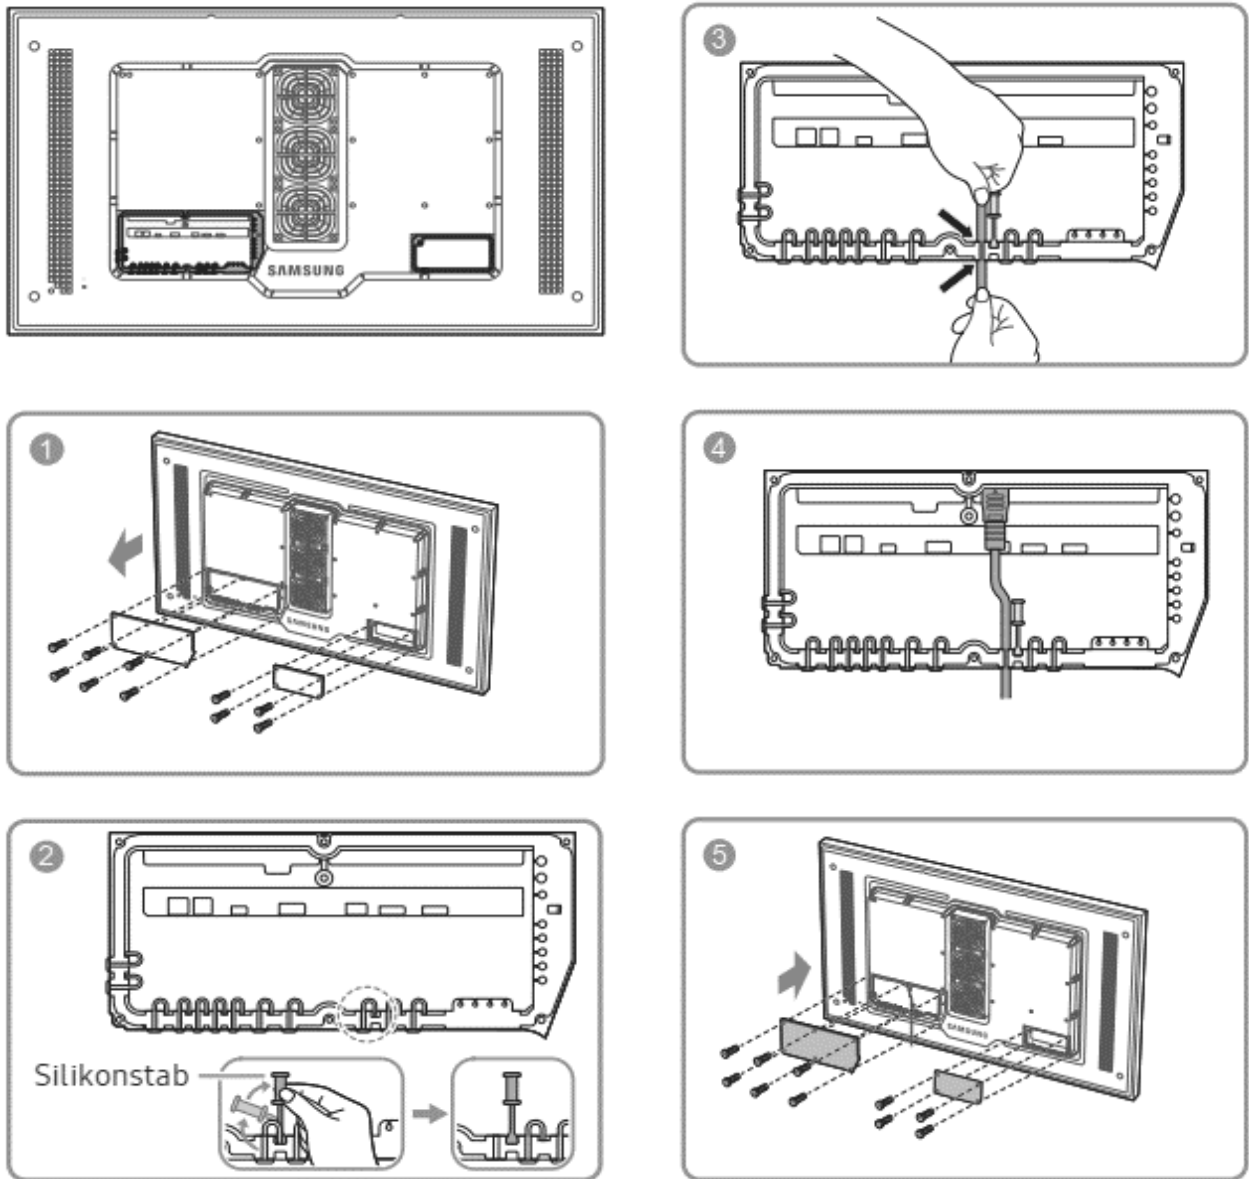
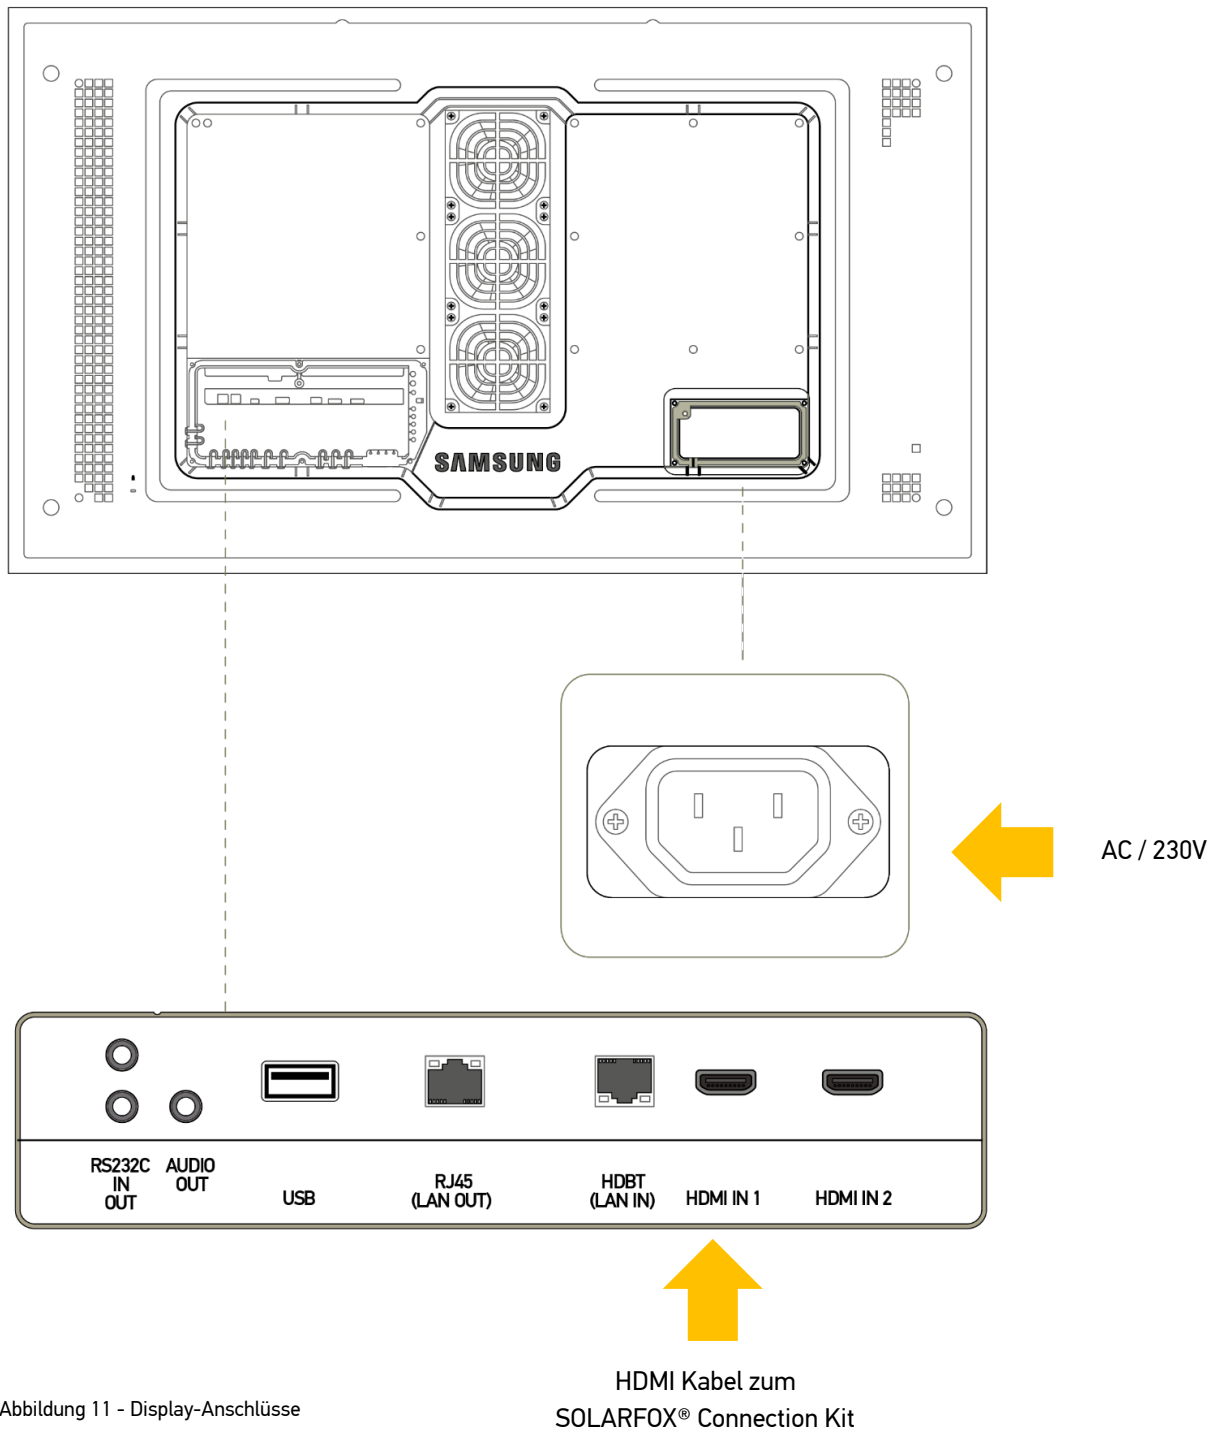

Abbildung 10 - Öffnen der Anschlussabdeckungen
Abbildung 11 - Display-Anschlüsse
Öffnen Sie hierzu mit einem TX15 Schraubendreher die Anschlussabdeckung am unteren linken Bildschirmrand. Stecken Sie das Kabel in den HDMI IN 1 Anschluss des Monitors. Führen Sie das Kabel aus der Dichtung hinaus und verschließen Sie die Abdeckung wieder. Vergewissern Sie sich, dass alle Dichtungen korrekt abschließen. (Siehe Abbildung 10 - Bilder 1-5 sowie Abbildung 11)
- 8) Schließen Sie das mitgelieferte Glasfaser-HDMI Kabel am Bildschirm an. Öffnen Sie hierzu die Abdeckung an der unteren rechten Bildschirmseite. Das Kabel kann entweder zu einer wassergeschützten Steckdose geführt werden, oder das Kaltgerätekabel und die Zuleitung kann z.B. mit WAGO® Klemmen verbunden werden und innerhalb der Abdeckung vor Regen und Feuchtigkeit geschützt werden. Führen Sie das Kabel ebenfalls durch die Dichtung und verschließen Sie die Abdeckung. (siehe Abbildung 10 - Öffnen der Anschlussabdeckungen und Abbildung 11 - Display-Anschlüsse)